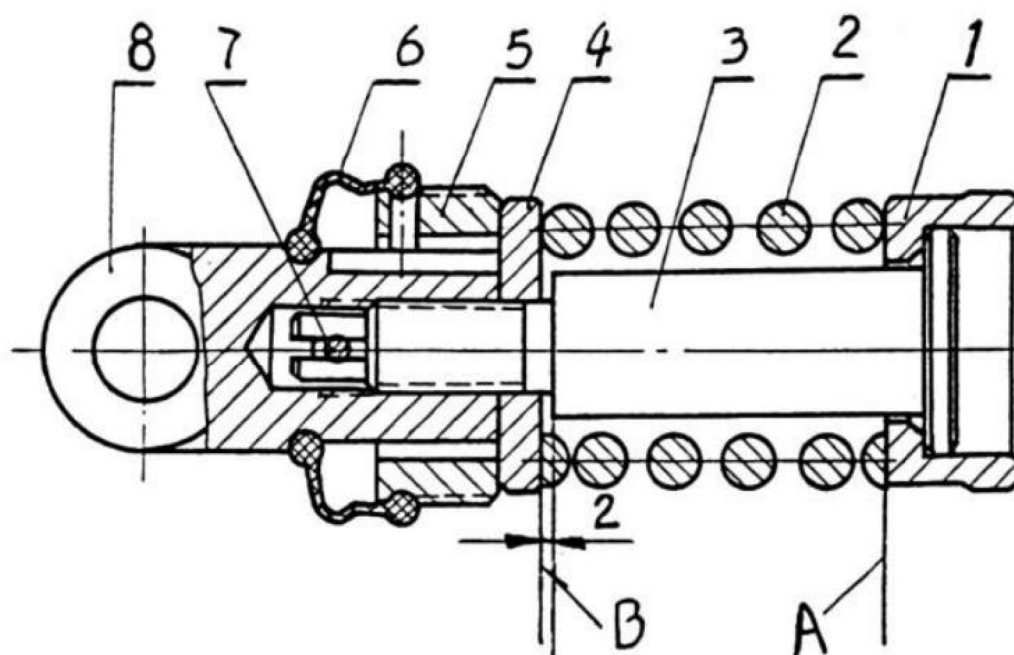

Figura 3-13 Conjunto de resorte de ajuste de resistencia
1. Ajuste del resorte de ajuste de resistencia (figura 3-13)